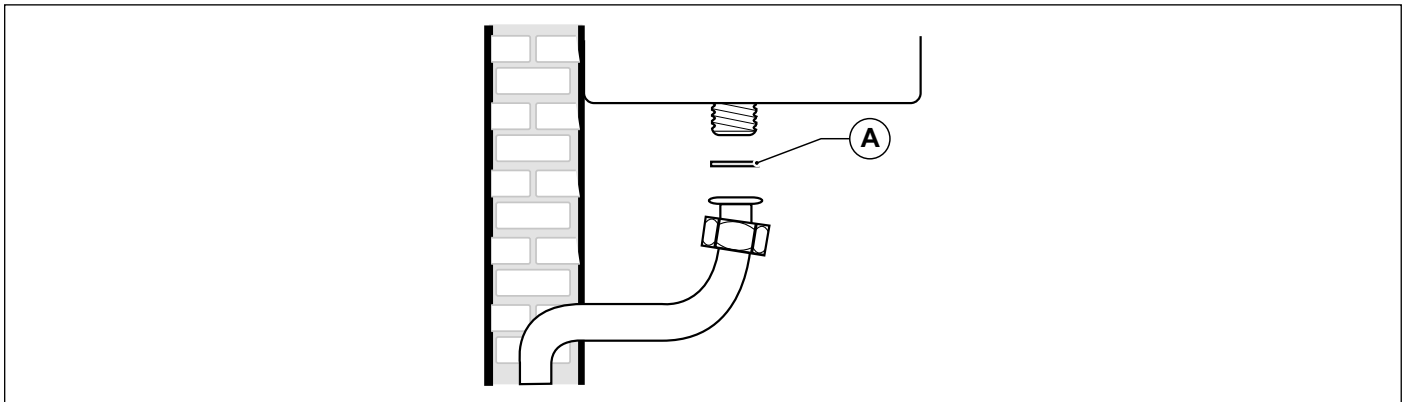

Fig. 23 Conexión a la red de gas
**ES OBLIGATORIO**, para conectar la toma de gas de la caldera a la tubería de alimentación colocar una junta (A) de medidas y materiales adecuados (ver Fig. 23 Conexión a la red de gas).